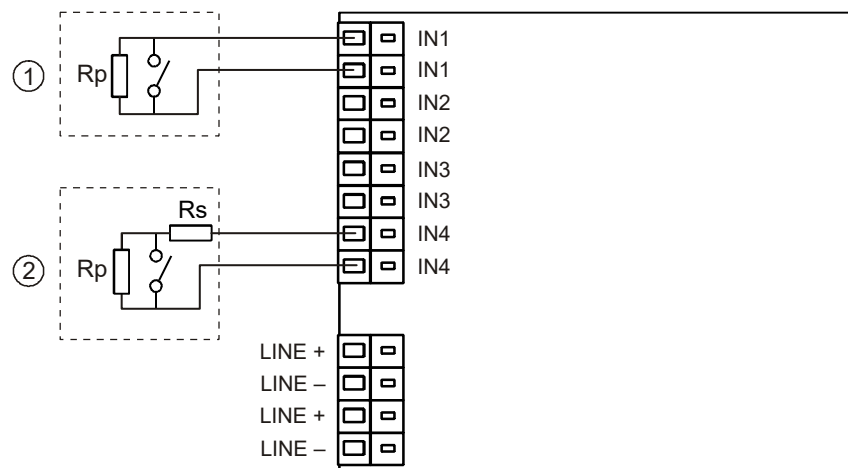

Fig. 6
1. Connect the cables to the terminals (Fig. 6).
1. Schließen Sie die Kabel an den Klemmen an (Fig. 6).